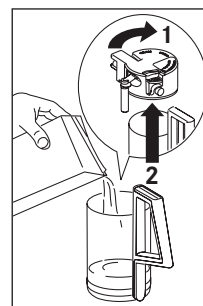

Рис. 30
- ▶ Залейте в колбу около 100 грамм молока на каждую порцию капучино (Рис. 30). Не наливайте выше отметки максимального уровня (приблизительно соответствует 750 мл), которая имеется на колбе. Необходимо использовать обезжиренное или полужирное молоко из холодильника (хранившееся при температуре около 5 °C).